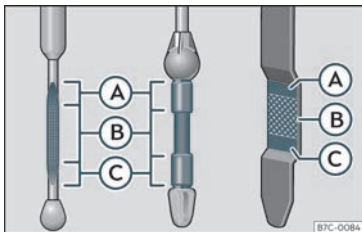

Fig. 215 Asta di misurazione livello olio motore.
- In seguito, estrarla di nuovo e controllare il livello dell'olio »» fig. 215. Se necessario, procedere al rabbocco.
- Quando il livello raggiunge almeno la zona >>> **fig. 215 (B)**, avvitare attentamente il tappo del bocchettone di rifornimento >>> **!**.
Se il livello dell'olio si trova al di sopra della zona >>> **fig. 215 (A)**, non avviare il motore. Pericolo di danni al motore e al catalizzatore! Rivolgerti presso un'officina specializzata.
Il livello dell'olio non deve in nessun caso essere al di sopra dell'area >>> **fig. 215 (A)**. L'olio in eccesso potrebbe altrimenti essere aspirato attraverso lo sfiato del basamento ed essere liberato nell'atmosfera attraverso l'impianto di scarico.